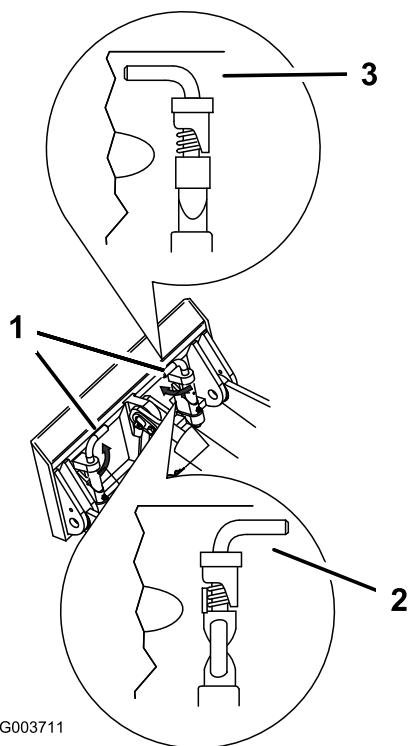

Figure 26
- Engagez complètement les goupilles à fixation rapide dans la plaque de montage (Figure 26).